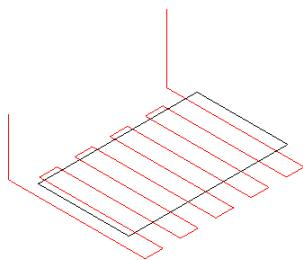

图 9-62 快速进给方式铣削加工
- 快速进给：在两切削间以直线的方式快速移动到下一个切削的起点，如图 9-62 所示。